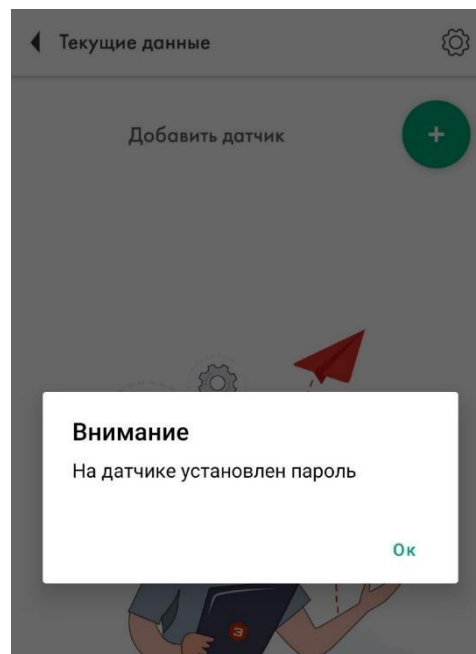

Рисунок 7 – Текущие данные адаптера
2.3.7 Для соединения с базой нажмите кнопку «**Подключить**». Если пароль уже был установлен, то появится сообщение как на рис. 7: «**На датчике установлен пароль**» (имеется ввиду пароль адаптера BA-BLE). Требуется нажать «**Ок**». Изначально, при получении изделия с завода, пароля не должно быть. При первой настройке приложение попросит его установить.
2.3.8 После подключения появится окно «**Текущие данные**» (рис.7). Здесь можно подключить к базе (добавить) датчик, нажав знак «+», либо удалить подключенный датчик.